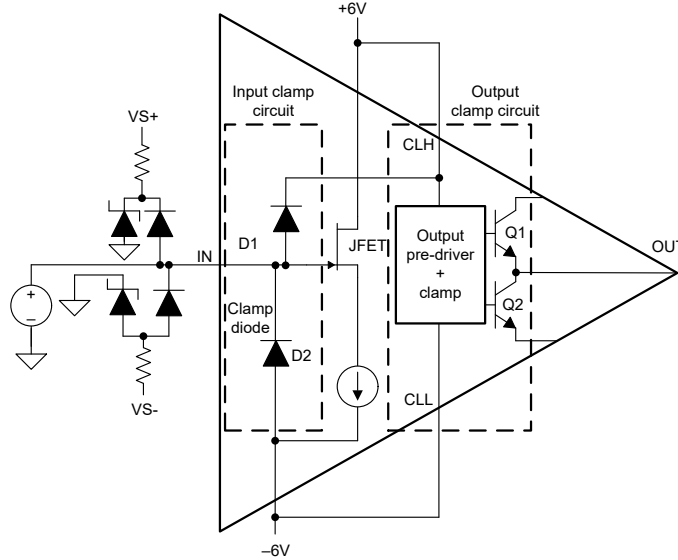

図 7-2. 外部入力クランプ回路
- 図 7-2 に、D1 と D2 が電流定格 100mA に満たない場合の、外付けクランプ ダイオードの使用法を示します。外部クランプを使用する場合は、CLH と CLL を V_{S+} および V_{S-} に接続することで、BUF802 の内部保護を無効化します。
- 図 7-2 は、CLH を V_{S+} に CLL を V_{S-} に接続することで、内部クランプが無効化されることを示しています。クランプが無効化されているとき、最大出力スイングはセクション 5.5 に記載されている出力スイングの仕様によって制限されます。セクション 5.7 に、出力クランプの応答時間と精度を示します。